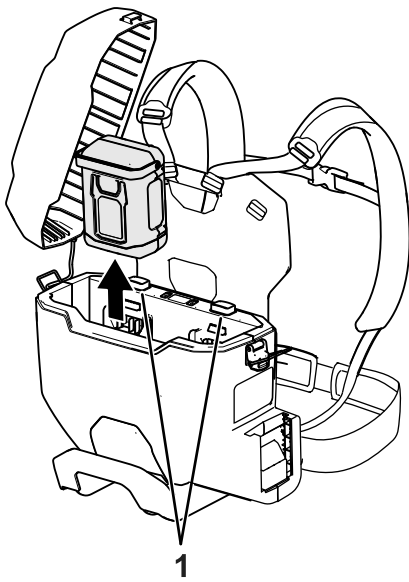

Figura 14
- Presione hacia abajo el botón de enganche de la batería y levante la batería (o las baterías) para retirarlas de la mochila (Figura 14).